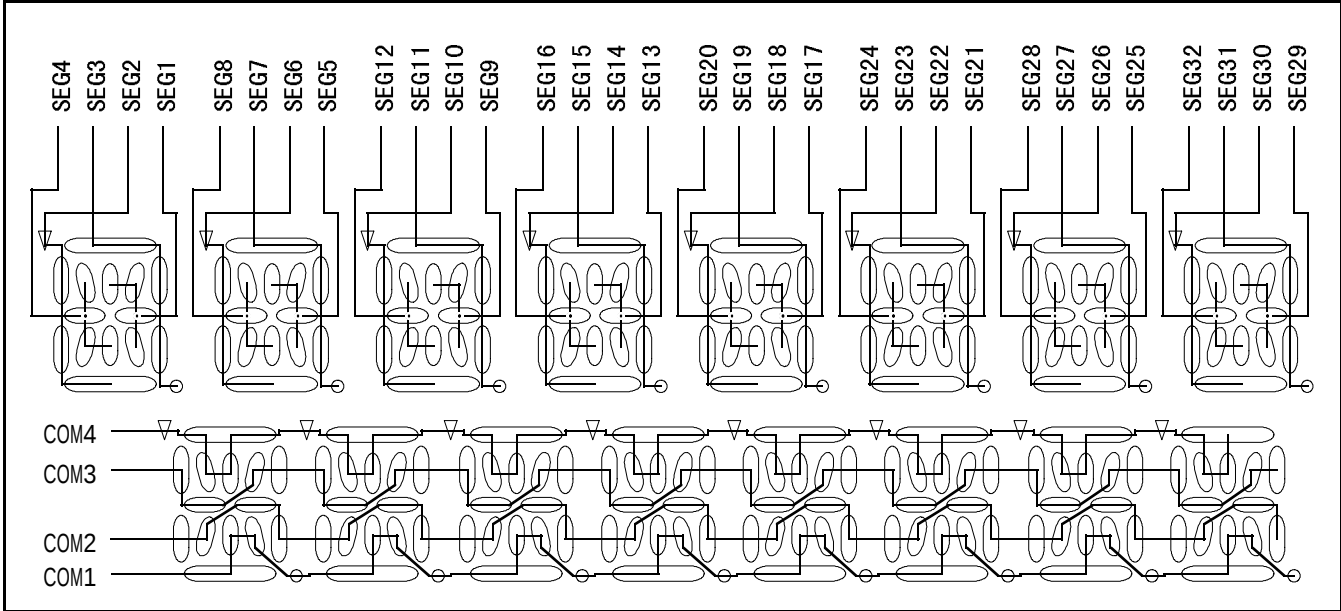

図3 本タスク例で使用する8桁16セグメントLCDのセグメント信号とコモン信号の接続図
(4) 本タスク例では、セグメント外部拡張による1/4デューティで8桁16セグメントLCDの液晶表示を行いません。図3に、本タスク例で使用する8桁16セグメントLCDのセグメント信号とコモン信号の接続図を示します。